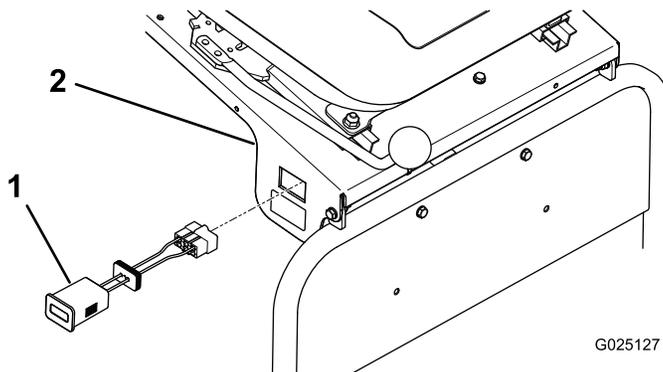

Bild 9
7. Bauen Sie den kabellosen Betriebsstundenzähler ein (Bild 9).